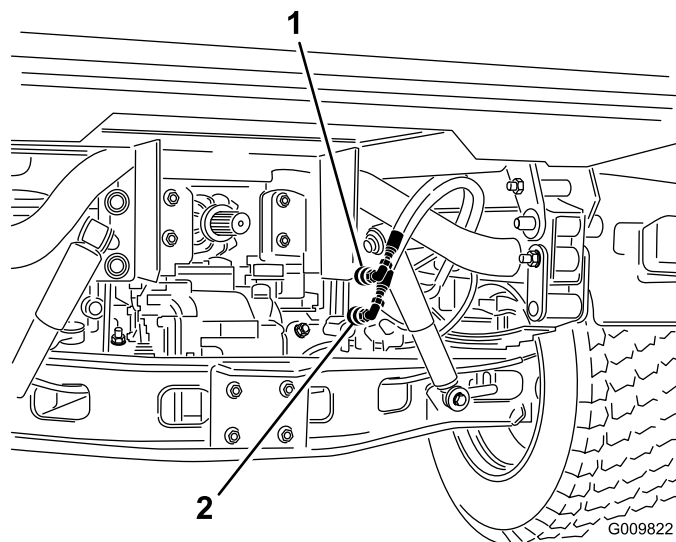

Figura 74
2. Desligue, em ambas as máquinas, as 2 mangueiras de acoplamento rápido das mangueiras ligadas ao suporte do acoplamento (Figura 74).